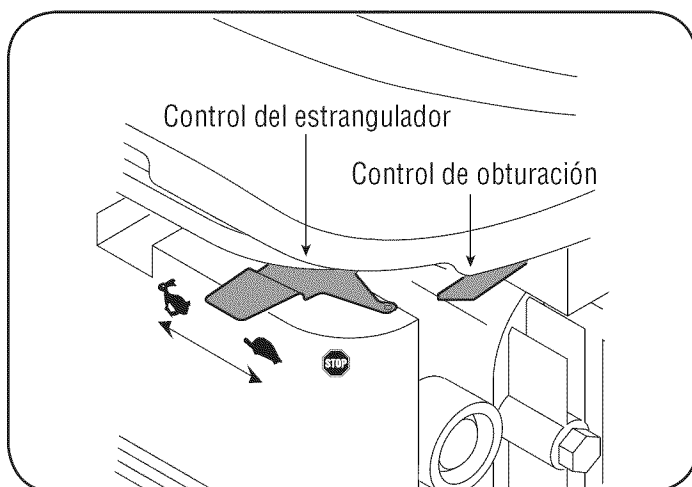

Figura 12
5. Mueva la palanca de control del estrangulador a la posición START/RUN (encendido / funcionamiento, representado por una liebre). Vea la figura 12.
7. Situado detrás de la unidad, tome la manija del arrancador y tire de la cuerda hasta que sienta un tirón. Vea la figura 12.